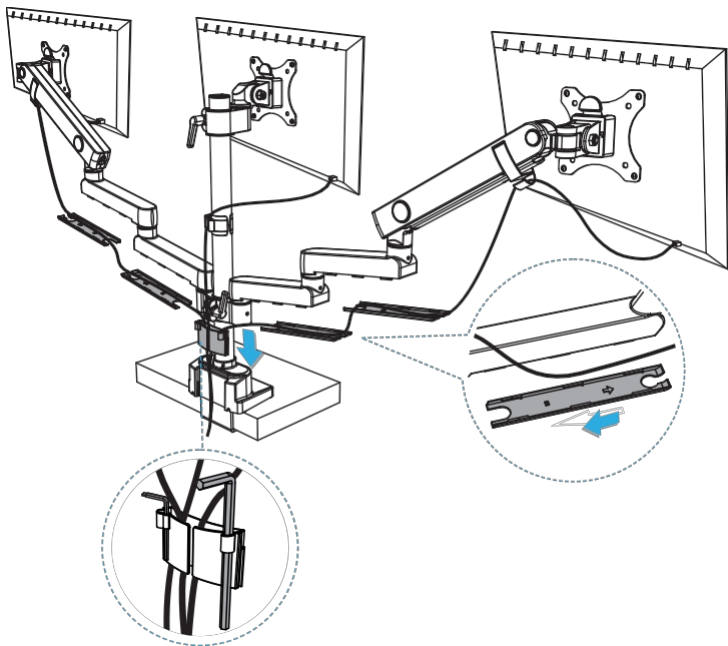

Figure 22
2. Faites passer le(s) **câble(s)** par les **canaux de gestion des câbles** sous les **bras pivotants**, les **clips de gestion des câbles** et le **porte-outil**. (Figure 22)
3. Remettez les **couvercles de gestion des câbles** en place sur les **bras pivotants** en les faisant glisser. (Figure 22)
4. Utilisez le **porte-outil** pour ranger la **clé hexagonale de 3 mm** avec le **tournevis plat** et la **clé hexagonale de 6 mm** en vue d'une utilisation ultérieure. (Figure 22)